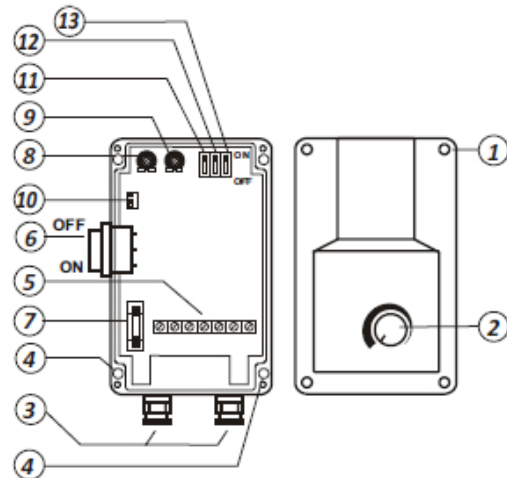

Fig.3.
**The controller (see Fig. 3)**
SW11 (Fig. 3) incorporates, if selected a full speed start. When the regulator is started the motor works 100% for about 10 seconds. This function is repeated each stop.
SW12 (Fig. 3) incorporates, if selected, an acceleration ramp (approx. 10 s from 0 to 100%).
**De regelaar (Fig. 3)**
SW11 (Fig. 3) regelt, indien geselecteerd een start op volle toeren. Wanneer de regelaar wordt aangezet draait de motor gedurende 10 seconden op 100%. Deze functie herhaalt zich bij na stop.
SW12 (Fig. 3) regelt, indien geselecteerd, een trage aanloop (ca. 10 s van 0 tot 100%).